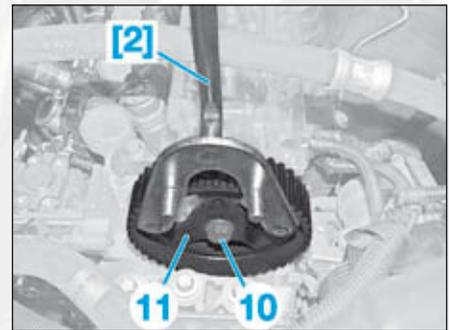
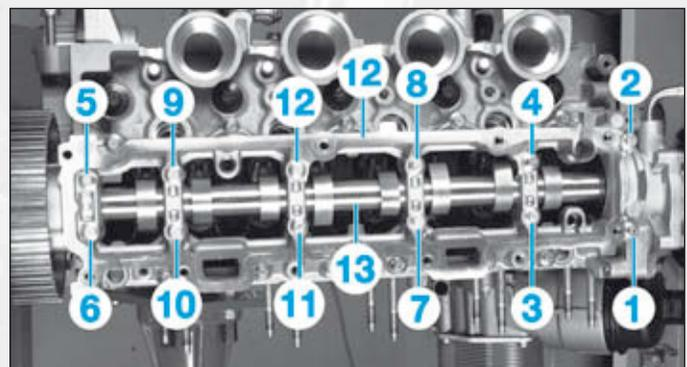

FIG.54
FIG.55
- [2]. Clé type "Y" d'immobilisation de la roue dentée d'arbre à cames (Fig.54).
- Bloquer la roue dentée d'arbre à came à l'aide de l'outil [2] (Fig.54).
- la vis (10),
- la roue dentée (11),
- les vis du carter supérieur d'arbre à cames en respectant l'ordre indiqué (Fig.55),
- le carter supérieur d'arbre à cames (12),
- l'arbre à cames (13).